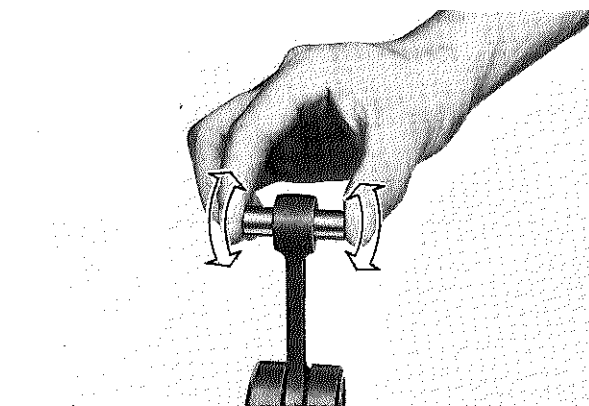

Fig. 3-3-7
4. Apply a light film of oil to pin and bearing surfaces. Install in connecting rod small end. Check for play. There should be no noticeable vertical play. If play exists, check connecting rod small end for wear. (Replace pin and bearing or all as required. (Fig. 3-3-7)
4. Appliquer une légère couche d'huile sur l'axe et le roulement, et les introduire dans le pied de bielle pour vérifier le jeu. On ne doit constater aucun jeu vertical. En cas de jeu, vérifier si le pied de bielle n'est pas usé. Remplacer l'axe et le roulement et, si nécessaire, la bielle également (Fig. 3-3-7).
4. Leichten Ölfilm auf die Oberflächen des Kolbenbolzens und Lagers auftragen und in das Pleuellstangenauge einsetzen; dann auf Spiel prüfen. Es darf kein fühlbares Spiel in vertikaler Richtung vorhanden sein. Falls Spiel vorhanden ist, Pleuellstangenauge auf Verschleiß prüfen. Falls erforderlich, Kolbenbolzen und Lager oder alle Teile ersetzen. (Fig. 3-3-7)